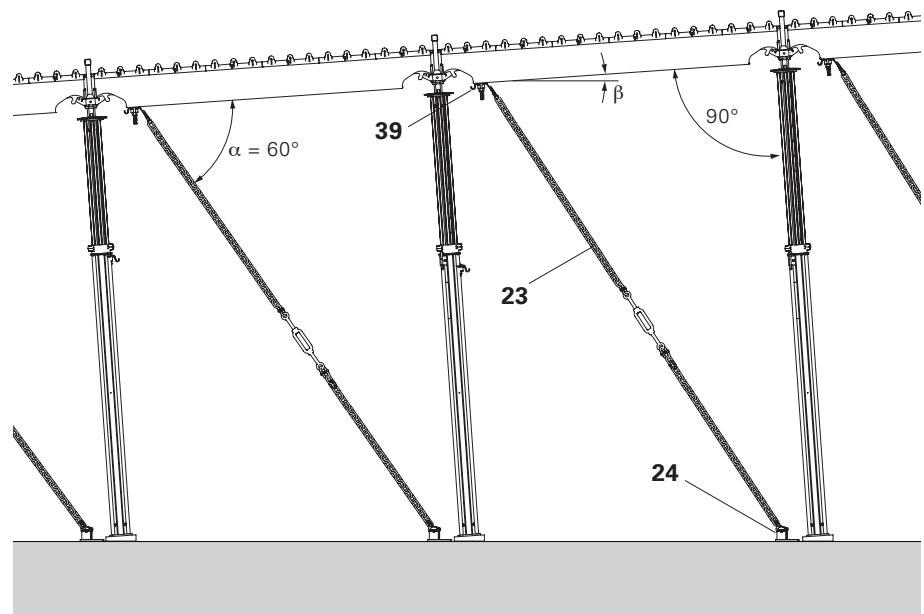

Fig. A11.01
Montare le teste a caduta SFK perpendicolarmente alle travi SLT 225. È possibile utilizzare anche la testa d'appoggio SSK. (Fig. A11.01)
2. Fissare la piastra base (24) su un piano che garantisca la portata necessaria, es. con viti di ancoraggio PERI 14/20x130, art. n°. 124777. Attenersi alla scheda tecnica.
3. Avvitare l'attacco ancoraggio SAO (39) alla trave longitudinale SLT.
4. Agganciare la catena (23) all'attacco SAO (39).
6. Tendere la catena di ancoraggio. (Fig. A11.01)